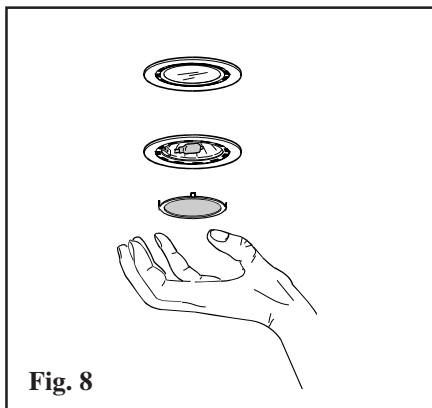

Fig. 8
- a. Togliere la plafoniera facendo leva con un piccolo cacciavite a taglio (**Fig. 8**).